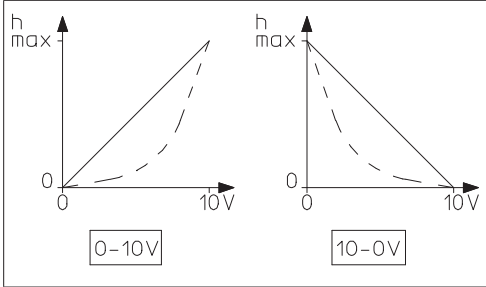

Abb. 5: Kennlinien Invertierung DIP-Schalter 7
(1)	S1 ON/OFF	Einstellung des gewünschten Hubverhaltens entsprechend der Kennlinien des verwendeten Ventils.
(2)	S2 ON/OFF
(3)	S3 ON/OFF
(4)	S4 ON/OFF
(5)	S5 ON/OFF
(6)	S6 ON/OFF
(7)	ON = 10 V - 0 V OFF = 0 V - 10 V siehe Abb. 5
(8)	Automatische Spülfunktion und Ventilblockierschutzfunktion